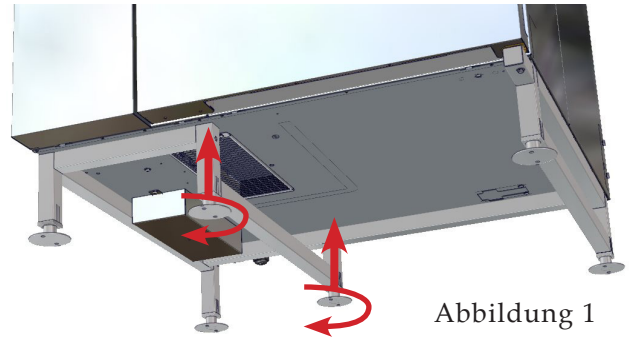

Abbildung 1
1. Sobald das Gerät korrekt unter einem Abzugshaubensystem positioniert wurde, heben Sie das Gerät vom Boden nach OBEN und drehen die beiden mittleren einstellbaren Standbeine im Uhrzeigersinn (**AUFWÄRTS**), bis die Standbeine kürzer als die vier äußeren Standbeine sind (siehe Abb. 1).